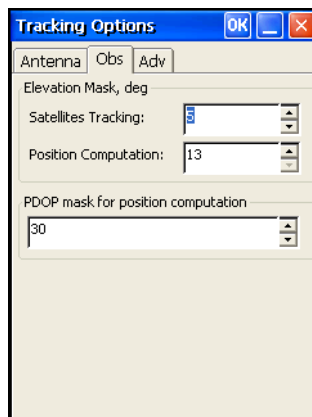

Рис. 3-13. Маска возвышения для спутников, данные которых используются при расчете местоположения приемника
9. Выберите вкладку *Observation* и установите *Elevation mask* (Маску возвышения) 15 градусов, чтобы не использовать при определении местоположения данные со спутников, уровень возвышения которых над горизонтом меньше заданного значения (Рис. 3-13), а также введите параметр *PDOP mask* (Маска PDOP), после чего нажмите **OK**.